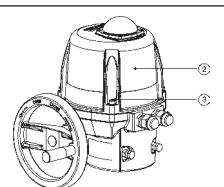

Bild 13: Haube
- Haube 2 durch Lösen der vier Befestigungsschrauben 3 entfernen (siehe „Bild 13“).